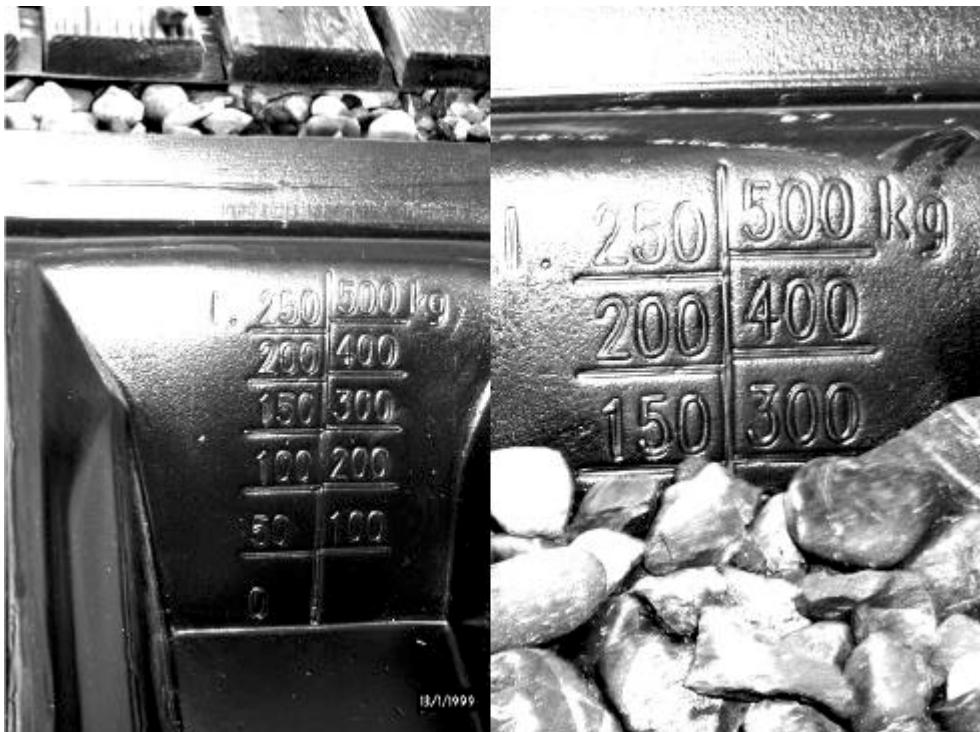

Fig. 1: Solmax est doté d'une jauge indiquant la quantité de gravier contenue (indiquée en litres et en kilogrammes).
- Une jauge permettant de lire immédiatement le volume et le poids du lest contenu par le SolMax a été gravée sur le moule (fig. 1)